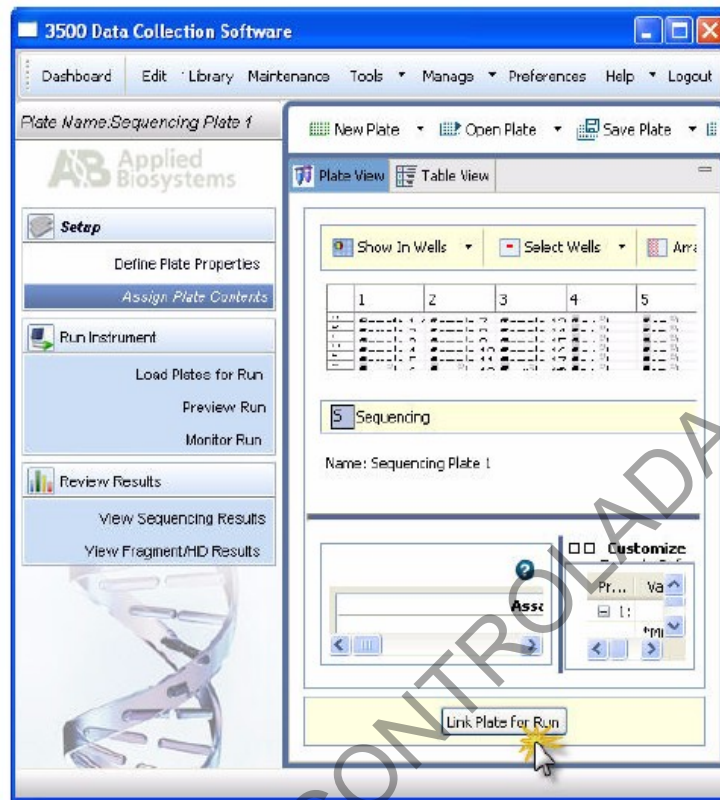

Figura 34. Pestaña de *Assign Plate Contents*.
**7.16.1** A partir del punto **7.14.9**, puede vincular la placa seleccionando: "**Link Plate for Run**", consiste en una casilla que se ubica en la parte inferior. (ver figura 34) Si la vinculación se hizo de forma correcta, aparecerá una pantalla pequeña que indica: "**Plate loaded successfully**". Debe darle click a OK.